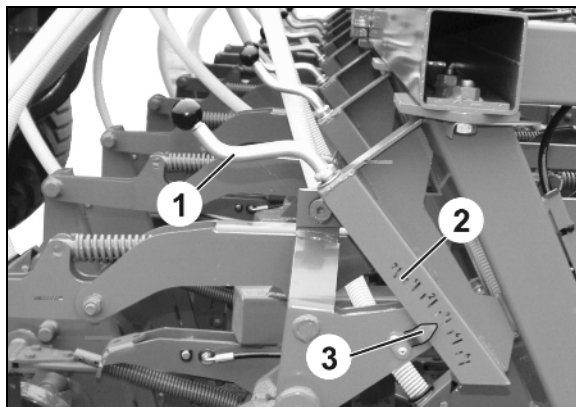

Fig. 93
8. Ouvrez la trappe d'injecteur (Fig. 93/1).
lors de l'ouverture et de la fermeture de la trappe d'injecteur (Fig. 93/1).
Saisissez la trappe d'injecteur uniquement par l'attache (Fig. 93/2), sinon vous risquez de vous blesser lors de la fermeture de la trappe sous l'effet de son ressort (Fig. 93/1).
Ne mettez jamais la main entre la trappe (Fig. 93/1) et l'injecteur.
10. Fermez la trappe d'injecteur (Fig. 93/1) avec la plus grande prudence (risque d'écrasement !).
12. Ouvrez la trappe d'injecteur (Fig. 93/1).